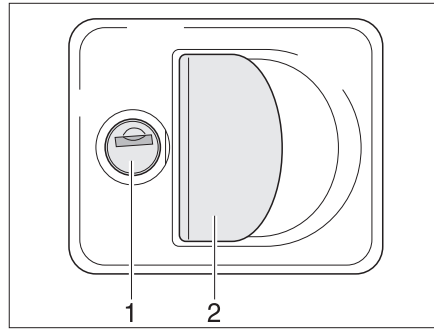

Fig. 51 Serratura dello sportello con impugnatura
- Inserire la chiave nel cilindro della serratura (Fig. 51,1) e ruotare di un quarto di giro. La serratura dello sportello è sbloccata.
- Tirare la maniglia della serratura (Fig. 51,2). In questo modo si apre lo sportello esterno.